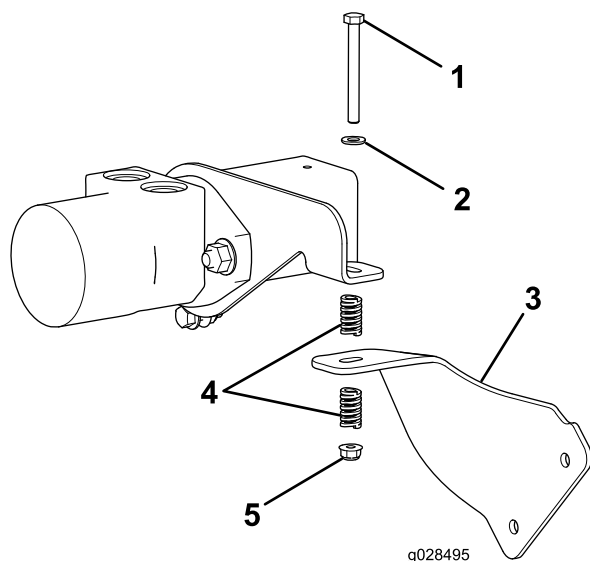

Figura 2
- Bullone a testa flangiata - 1/2 x 1-1/2 poll. (2)
- Collegate la staffa antirotazione alla staffa del motore servendovi di un bullone a testa flangiata (5/16 x 3 poll.), una rondella piana, 2 molle di compressione e un dado di bloccaggio flangiati (5/16 poll.) come illustrato nella Figura 2.